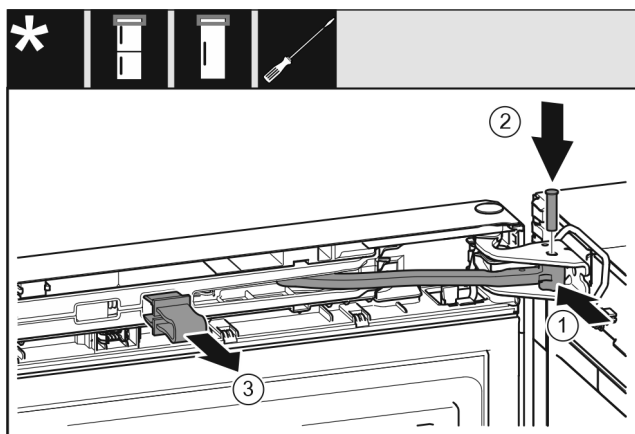

Fig. 56
- ▶ 将铰链 Fig. 56 (1) 转入托架。
- ▶ 将螺栓 Fig. 56 (2) 插入托架和铰链。同时注意止动凸轮需正确地处于凹槽中。
- ▶ 取下保险装置 Fig. 56 (3)。